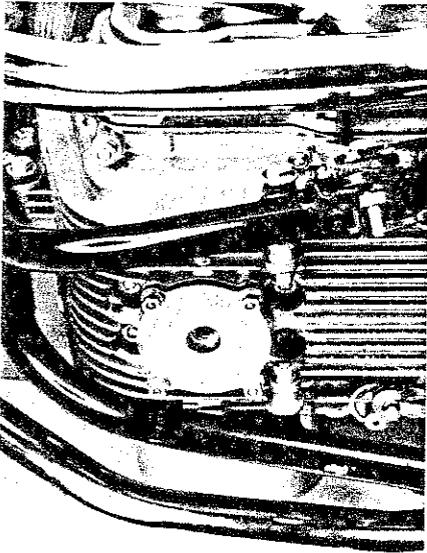

Fig. 85
1) Togliere il tappo con l'astina e scaricare l'olio togliendo il filtro posto nella parte interna della coppa: occorre svitare i quattro dadi da 10 mm e facendo leva leggermente con un cacciavite in uno dei due appositi intagli (Fig. 85), estrarre il filtro al completo.
1) Remove the filler cap with the dipstick, and thoroughly drain the oil from the sump, having removed the filter fitted inside the sump (undo four 10 mm nuts and pry out the filter assembly with a screwdriver) (Fig. 85).